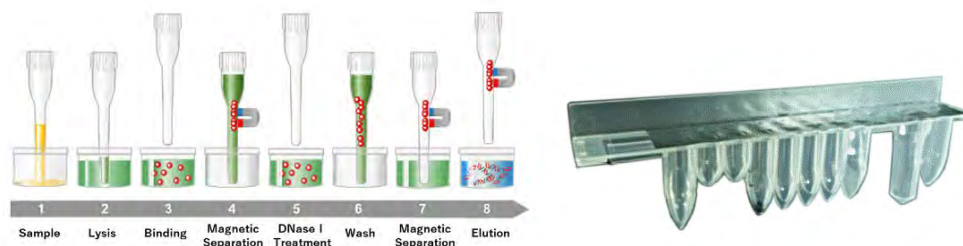

*Figura 1-6. ELITE InGenius SP 1000. Cartucho de extracción y principio de extracción*
- El juego de reactivos está optimizado para el aislamiento de ácidos nucleicos a partir de muestras con hasta 1 mL (consulte la figura 1-6, ELITE InGenius SP 1000. Cartucho de extracción y principio de extracción).